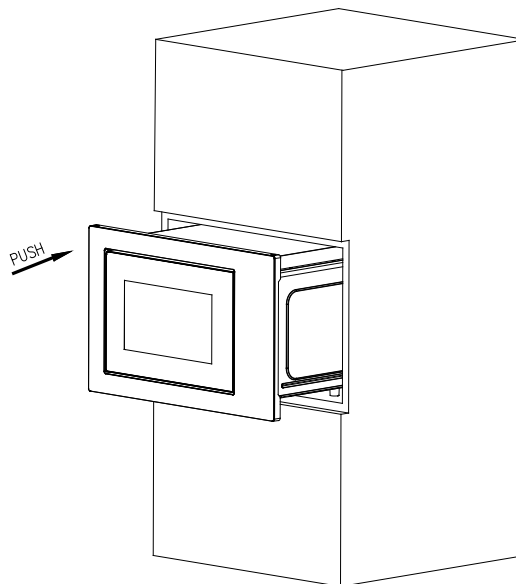

Fig.1
- a) Insérez le four à micro-ondes dans le meuble encastré et poussez-le vers l'avant jusqu'à ce qu'il s'arrête. (Fig. 1)